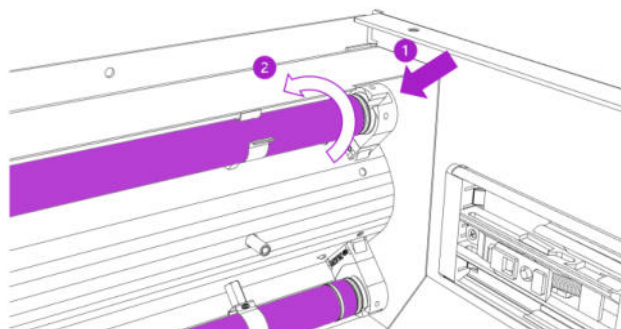

Fig. 18
1. Instale las nuevas lámparas UV-C como se indica en la Fig. 18 (1). Gire las lámparas UV-C en dirección a la flecha (2) hasta que escuche un chasquido. **Aviso: Li.LAC solo funcionará si se instalan ambas lámparas UV-C.**